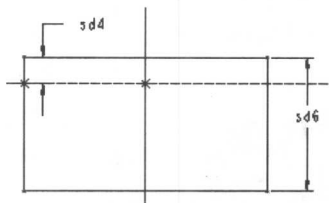

图 1-19
- ⑧ 单击菜单【工具】→【关系】命令，打开『关系』窗口，模型中尺寸显示为符号形式，如图 1-19 所示。